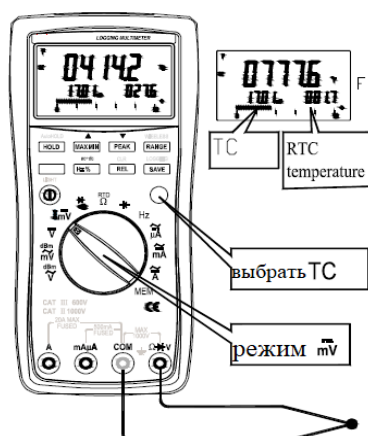

Рис. 15 Режим измерение температуры ст/ парой **K-типа**(ТС)
4. Считать результат с экрана ЖК дисплея (рис.15). Температура отображается на главном экране, термоэлектрический потенциал на первом вспомогательном экране и температура окружающей среды на втором вспомогательном (если функц. RJC включена). Пользователь может задать статус RJC - открыто или закрыто (см. Раздел 9).